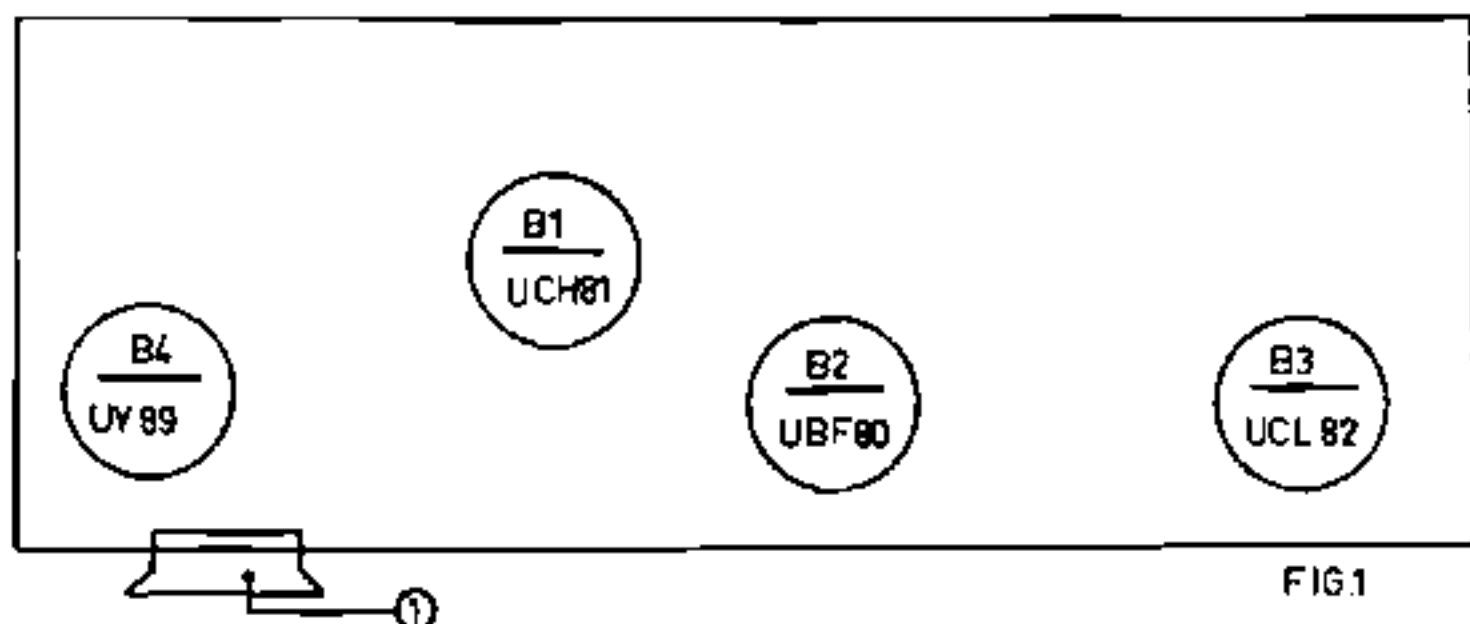

FIG 1
- a. Ga na of de spanningsomschakelaar goed is ingesteld (zie post 1 van fig. 1)
- b. Ga na of de buizen goed zijn aangedrukt en of ze op de juiste plaats staan (zie fig. 1)